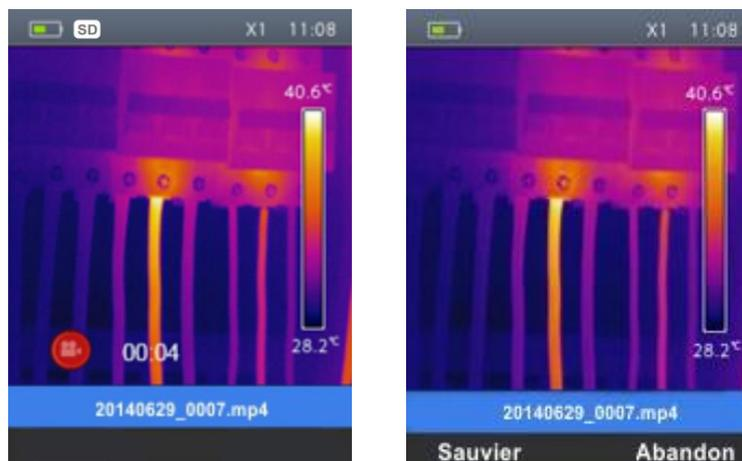

Fig. 30 : Enregistrement d'une vidéo
4. Appuyer sur la touche **T** (Trigger) et la garder enfoncée pendant quelques secondes pour activer l'enregistrement de la vidéo. Le message « AAAAMMGG \_xxxx.mp4 » apparaît dans la barre d'état et la minuterie apparaît au bas de l'écran (voir Fig. 30)